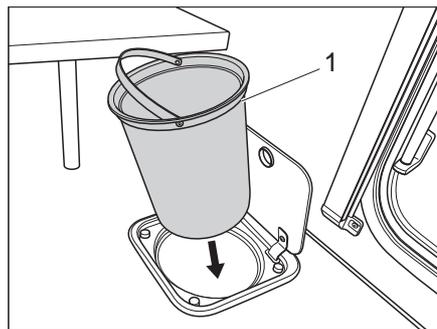

Bild 169 Abfallbehälter Küche
- Abfallbehälter (Bild 169,1) am Henkel entnehmen und nach den gültigen Vorschriften entleeren.